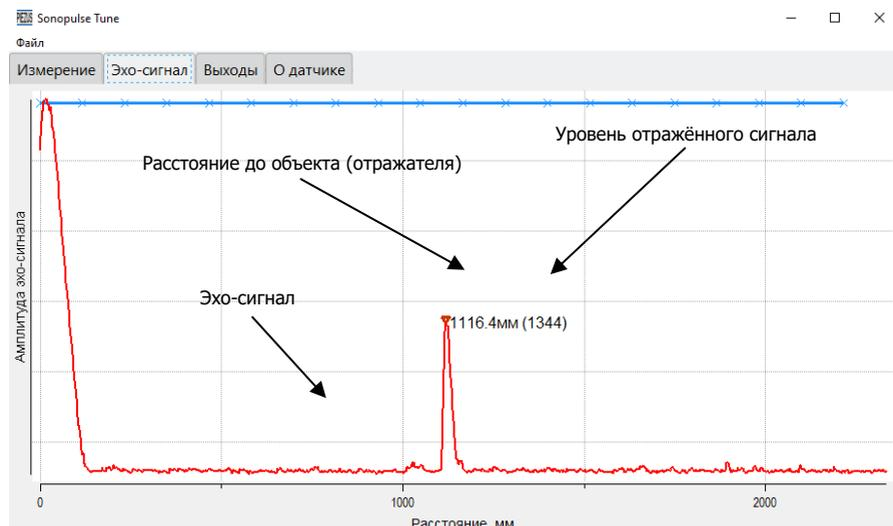

Рисунок 2.3 – Пример вида отражения на вкладке «Эхо-сигнал».
4) На вкладке **«Эхо-сигнал»** визуально отображается график с уровнем проходящего отраженного сигнала датчика, в зависимости от расстояния (рисунок 2.3). Пиковое изменение указывает на наличие препятствия, а числовое значение соответствует